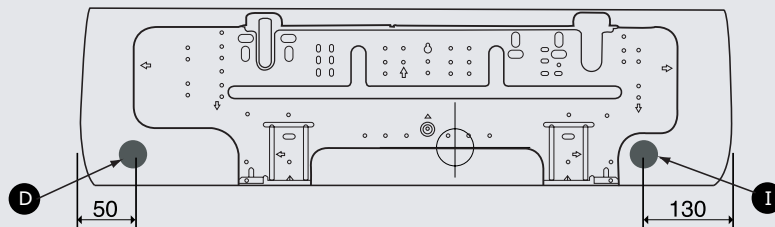

Figura 5
- Para esto haga un orificio de 65mm detrás de la unidad en cualquiera de las ubicaciones D o I como muestra la Figura 5.